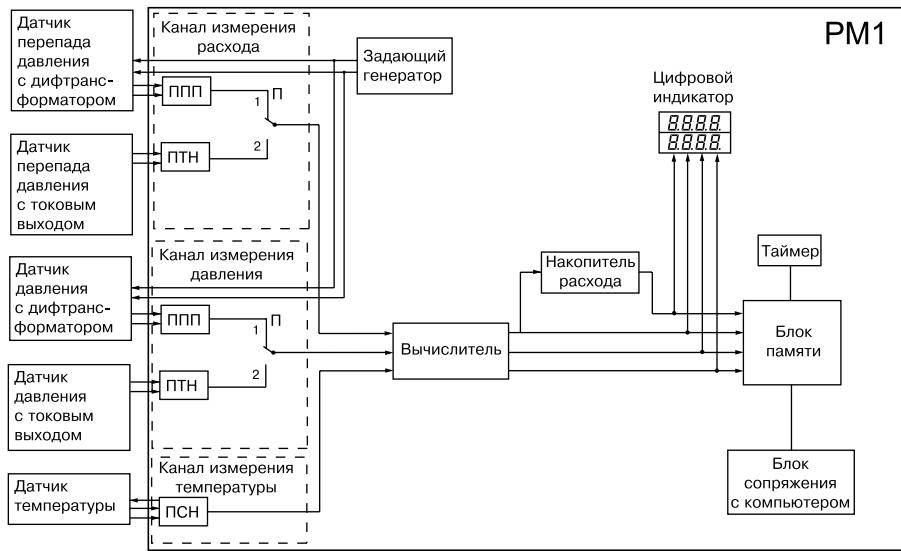

**Рис. 2**
3.1.3. На задней части корпуса находятся две клеммные колодки (**рис. 2**). Схема подключения, а также назначение контактов приведены в прил. Б, **рис. Б.1**, **табл. Б.4**.